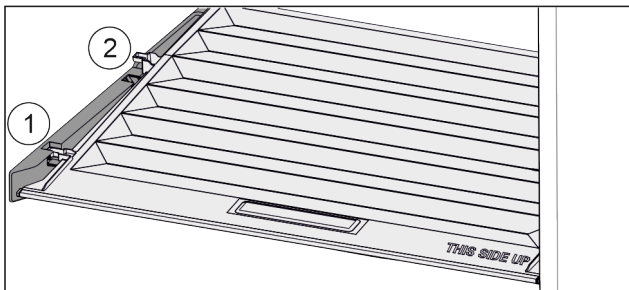

Fig. 36
- ▶ Deckel bis zur Öffnung in den Halteteilen nach vorne ziehen Fig. 36 (1).
- ▶ Hinten von unten anheben und nach oben wegnehmen Fig. 36 (2).